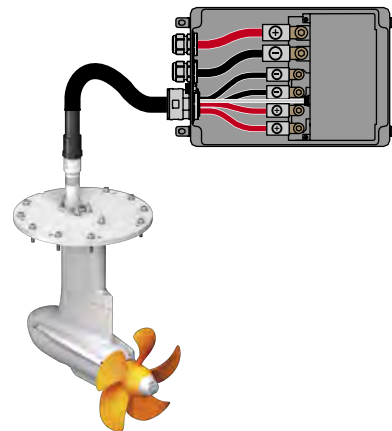

Fig. 13: Ledningsføring elektronikboks
1. Løsn skruerne (1) i elektronikboksen for at åbne den.
4. Tilslut effektkablerne til hver sin pol med den tilsvarende mærkning (rød = +, sort = -; 10 Nm), se "**Fig. 13: Ledningsføring elektronikboks**".
5. Tilslut motorkablet til motorstyringstilslutningen (6).